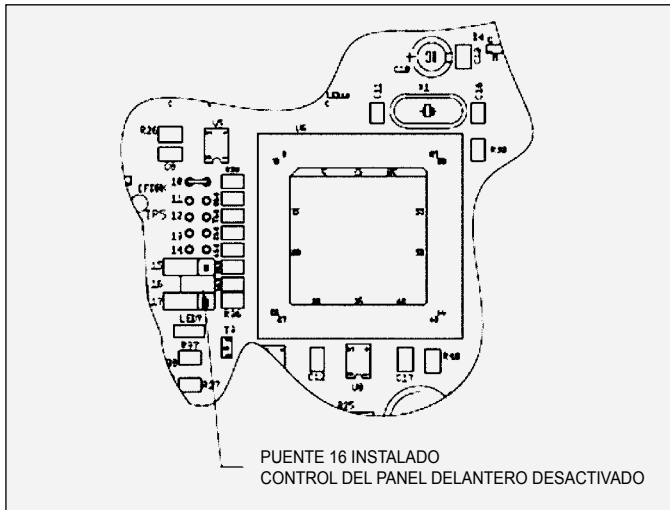

Figura 19: Ubicación de puentes - Bloqueo de panel delantero
3. Coloque el puente a través de los dos (2) pasadores en la ubicación 16 del tablero principal del PC (ver la Figura 19).